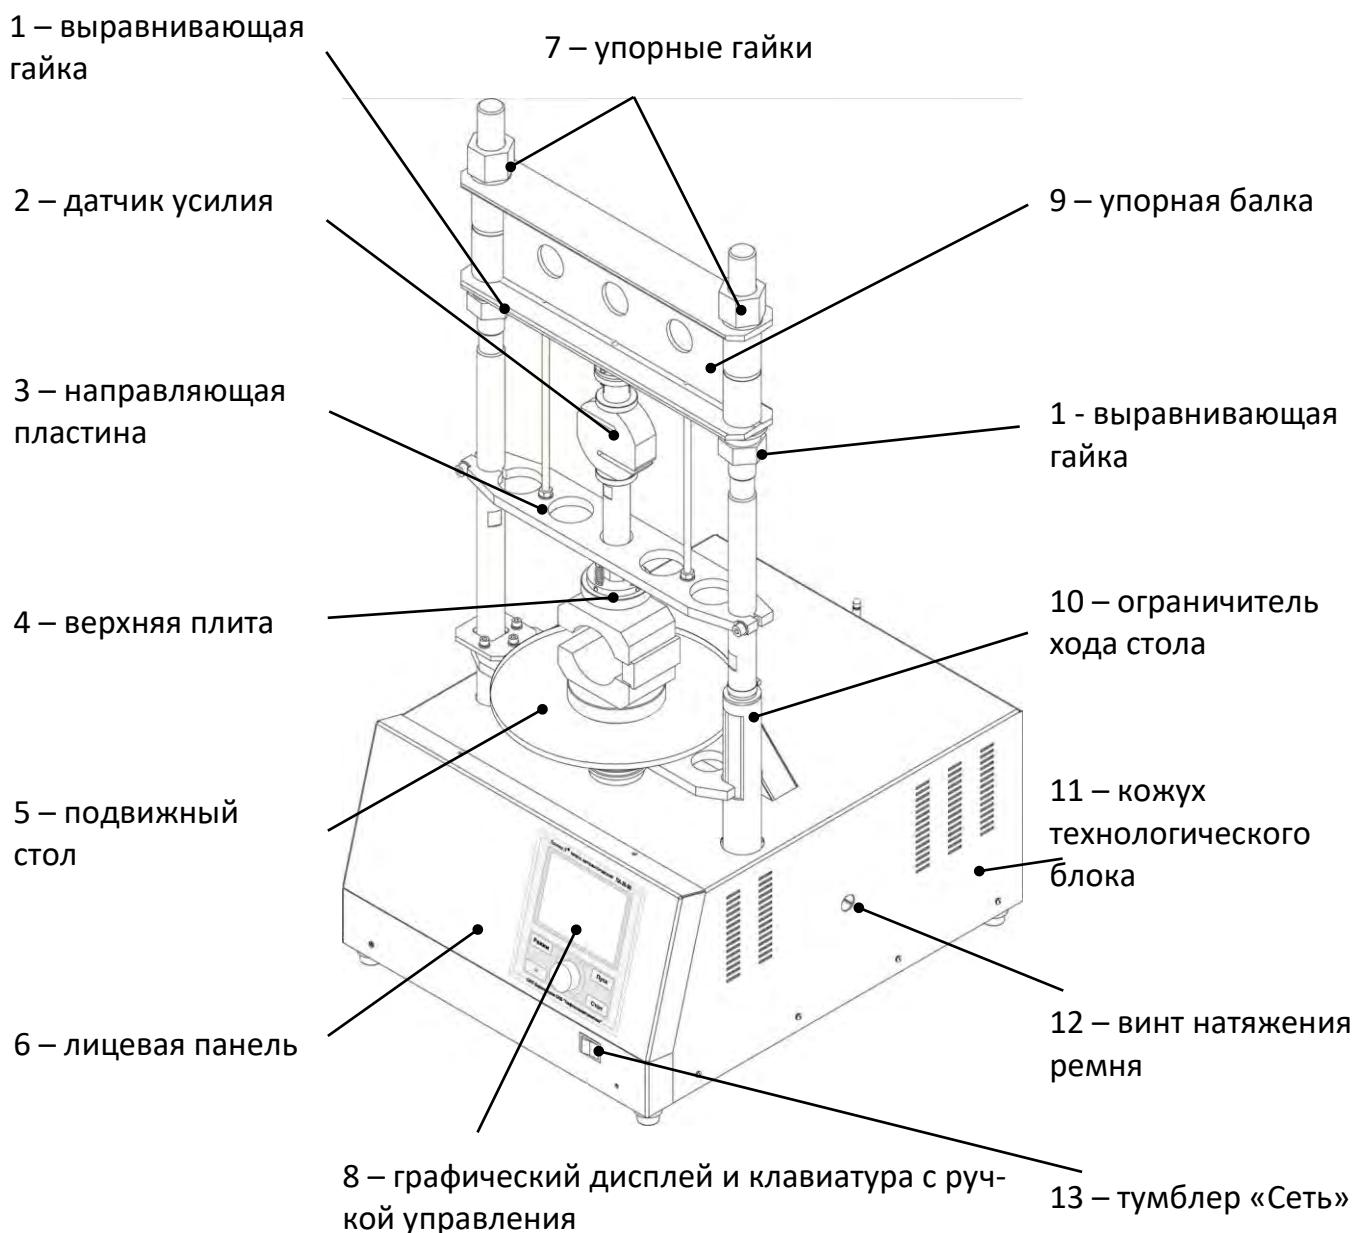

Рисунок 1 – Общий вид пресса
- 8) режим работы – непрерывный. После окончания работы пресс выключается тумблером «Сеть» на лицевой панели пресса (рисунок 1, страница 5).